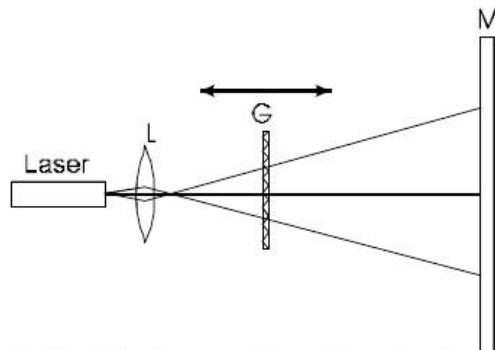

Fig. 6 Montagem para a reflexão [G = Objeto da reflexão (Diafragma de quadro de slide, grade), M = Tela de vidro fosco, L = Lente]
- Colocar a uma distância preferivelmente grande entre o laser e a tela de vidro fosco, um em frente do outro, sobre a placa de metal (ver Fig. 6).